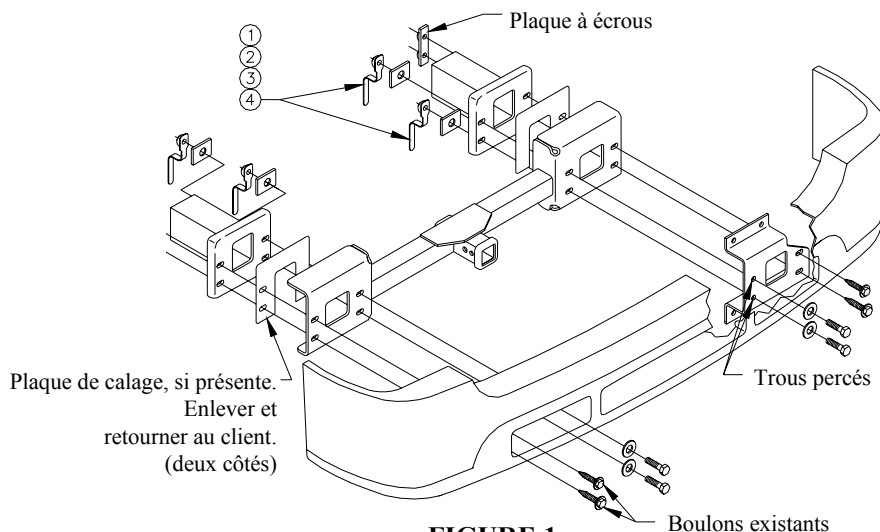
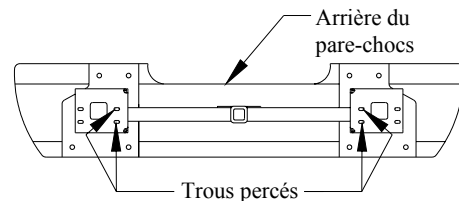
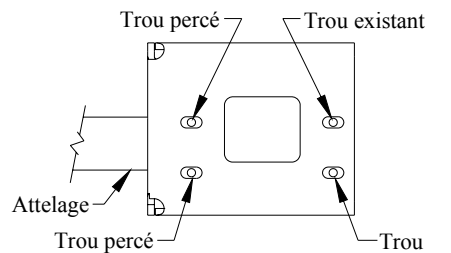

FIGURE 1
FIGURE 2
FIGURE 3
1. Enlever six (6) boulons de pare-chocs, le pare-chocs et les plaques de calage (2) si ces dernières sont présentes.
3. Placer le pare-chocs sur une surface protégée pour éviter les égratignures. Placer le récepteur à l'intérieur du pare-chocs. Voir la figure 2.
4. Desserrer six (6) écrous pour enlever la traverse frontale inférieure (si le véhicule en est doté).
5. Centrer le groupe de trous du récepteur sur celui du pare-chocs. Marquer les emplacements des trous à percer dans le pare-chocs, au centre des fentes du récepteur. Voir la figure 3.
10. Réinstaller le pare-chocs à l'aide des quatre (4) attaches enlevés à l'étape 1. Ne pas installer les plaques de calage.
11. Installer la visserie restante comme illustré à la figure 1. **MISE EN GARDE :** MAINTENIR EN PLACE LES ÉCROUS DE LEVIER DU CÔTÉ CONDUCTEUR POUR ÉVITER QU'ELLES NE PIVOTENT DANS LE CONDENSEUR DU CLIMATISEUR.